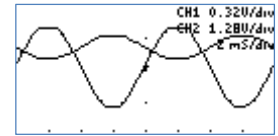

Abbildung 66: BJT Messungen
- 1) Bauen Sie die Schaltung nach Abbildung 66 auf.